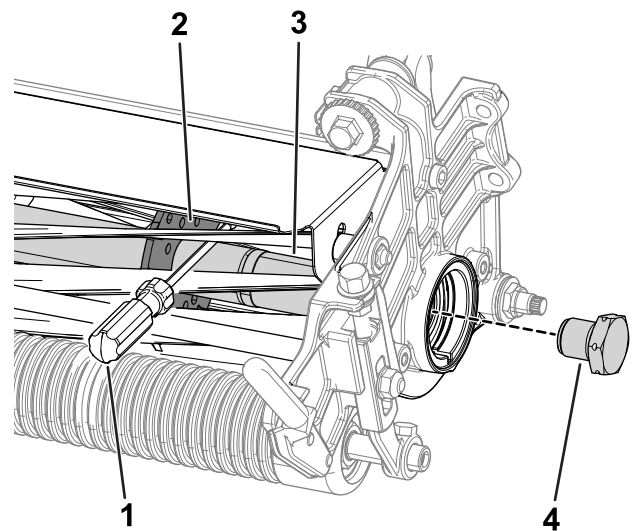

Figure 28
1. Insérez un levier à long manche (3/8" x 12" avec manche de tournevis recommandé) à l'avant du cylindre de coupe, du côté le plus proche de l'unité de coupe que vous allez serrer (Figure 28).
2. Placez le levier contre le côté soudé de la plaque de support du cylindre (Figure 28).